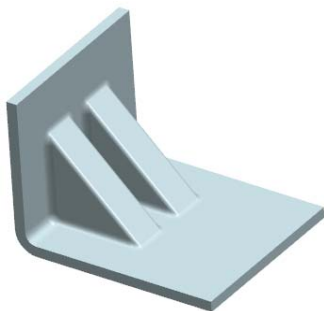

图 4-79 “自动生成轮廓”示意图
(1) 自动生成轮廓：根据设置参数，自动生成直线型的加固板轮廓，并且一次可生成多个加固板，示意图如图 4-79 所示。